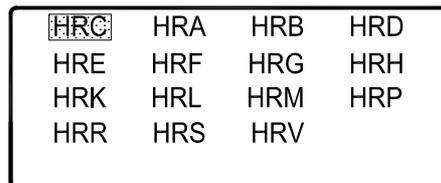

图 1
附图 1
4. 开始修正。在初始菜单状态下，依次连续按“ENTER”、“ENTER”、“ ”、“ENTER”键，此时出现图 1 画面，表示进入修正状态。
9. 按“MENU”，画面返回到图 1，可以选择进行其他标尺的修正。